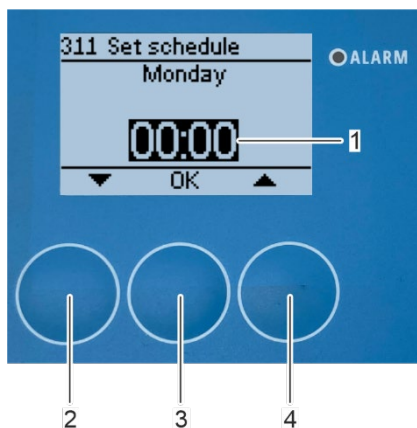

Abbildung 155: Wählen Sie die Zeit für eine automatische Reinigung aus
⇒ Die Auswahl der Startzeit erscheint auf dem Display (Abbildung 155/1).
6. Wählen Sie die Startzeit für die automatische Reinigung mit den Pfeiltasten [nach oben] (Abbildung 155/4) und [nach unten] (Abbildung 155/2).
7. Bestätigen Sie die Auswahl mit [OK] (Abbildung 155/3).